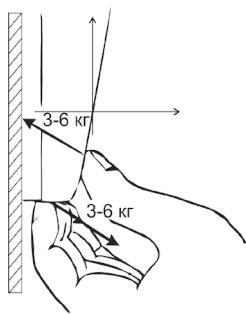

Рисунок 11. Снятие передней панели прибора
- Снимите переднюю панель прибора, изогнув ее относительно точки «0» в соответствии с рис. 11. Большие пальцы расположите над защелками и как можно ближе к точке «0».